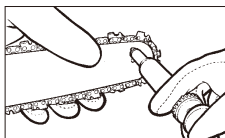

Fig. 20
3. Sätt in fettprutans (tillval) spets i smörjhålet och spruta in fett till det kommer ut på kedjekranspetsens utsida (Fig. 20).